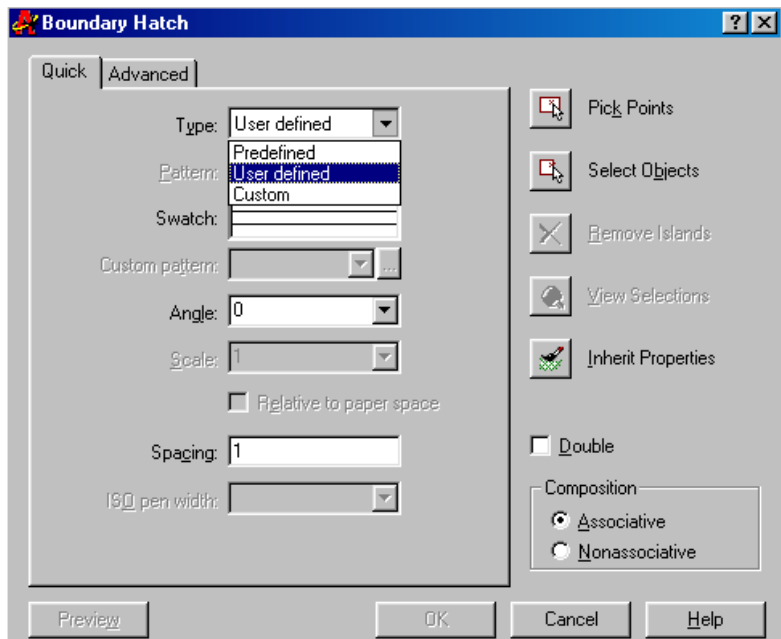

Рисунок 3.3 – Діалогове вікно параметрів штриховки
- команда **HATCH**  (**штриховка**) дозволяє отримувати різні види штриховки замкнених контурів за допомогою шаблонів або паралельними лініями з заданими дистанцією та кутом нахилу. Після виклику команди з'являється діалогове вікно, вид якого наведений на рис. 3.3.